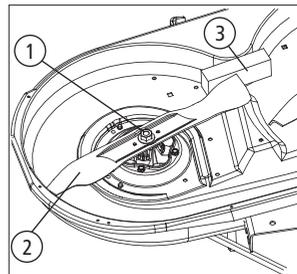

Fig. 34
- Use uma chave 15/16" para remover a porca (1) na parte superior do conjunto do eixo que segura a lâmina (2). Um bloco de madeira (3) pode ser colocado entre o alojamento da bandeja e a borda da lâmina (2) para auxiliar a soltar a porca que segura a lâmina, [Fig. 34, pág. 27].
- Quando reinstalar as lâminas (2), certifique-se que as mesmas estão instaladas de maneira que as pontas estejam direcionadas ao topo da bandeja.
- Aperte as porcas (1) das lâminas.